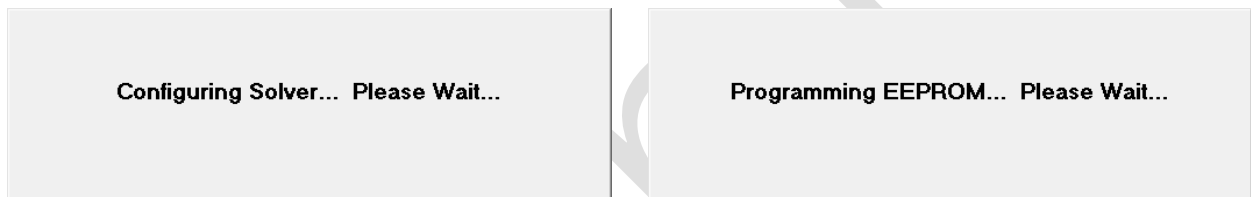
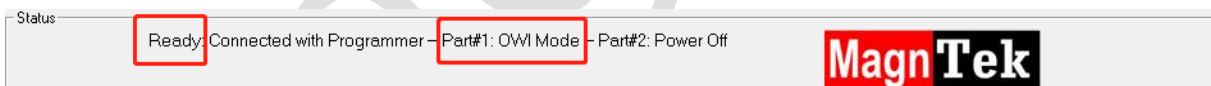

图 4.2.14
图 4.2.15
4、编程结束，信息栏提示 Ready 字样（图 4.2.14），芯片进入 OWI 模式，点击 Comm Lock 按钮锁定芯片通信（图 4.2.15），使其不能再次编程，以防止使用过程中误触发使芯片进入通信模式。点击 Power off，芯片断电后即可取出芯片（传感器），至其他设备做相应测试或直接使用。